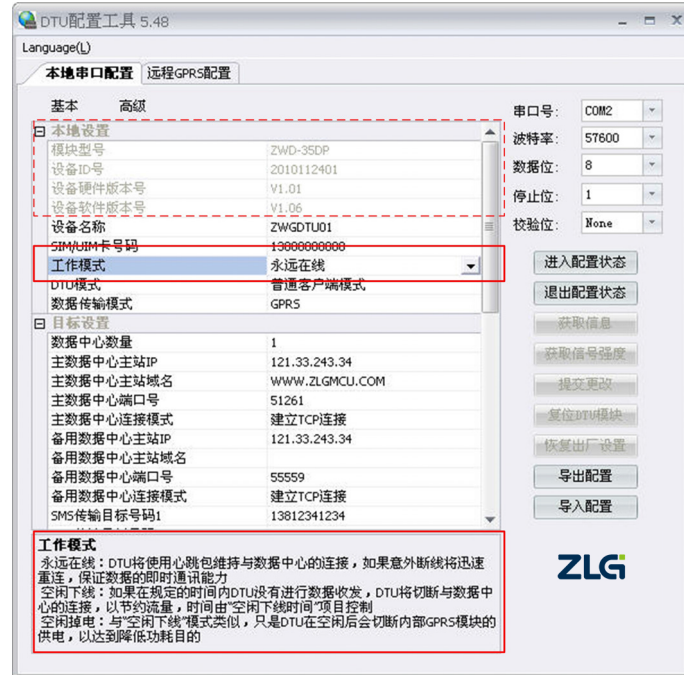

图 2.3 配置界面
2. 单击【获取信息】，界面出现设备当前的配置信息，如图 2.3 所示，用户根据实际更改各个配置：